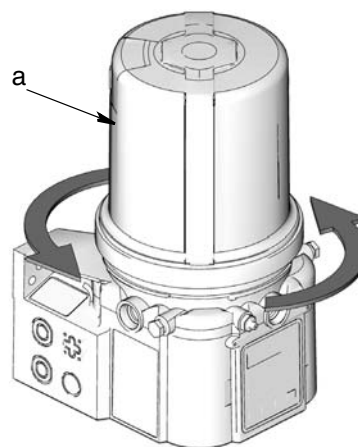

FIG. 2
3. **Pour modèles 2 litres uniquement** : utiliser la clé à sangle autour du réservoir (a) pour tourner le réservoir d'1/4 de tour dans le sens antihoraire (FIG. 2).